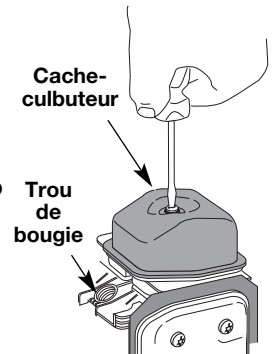

Fig. 53
5. Limpie la suciedad de alrededor de la cubierta del brazo oscilante. Saque el tornillo que sostiene la cubierta del brazo oscilante con un destornillador grande de vástago plano o con una broca Torx T-25 (Fig. 53). Saque la cubierta y la junta del brazo oscilante.